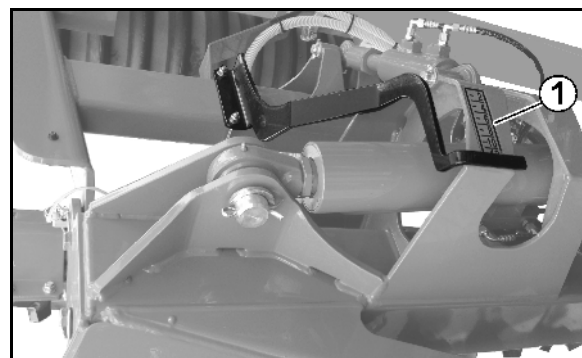

Рис. 39
- Рабочая глубина регулируется гидравлически с помощью шкалы. (Рис. 39/1).